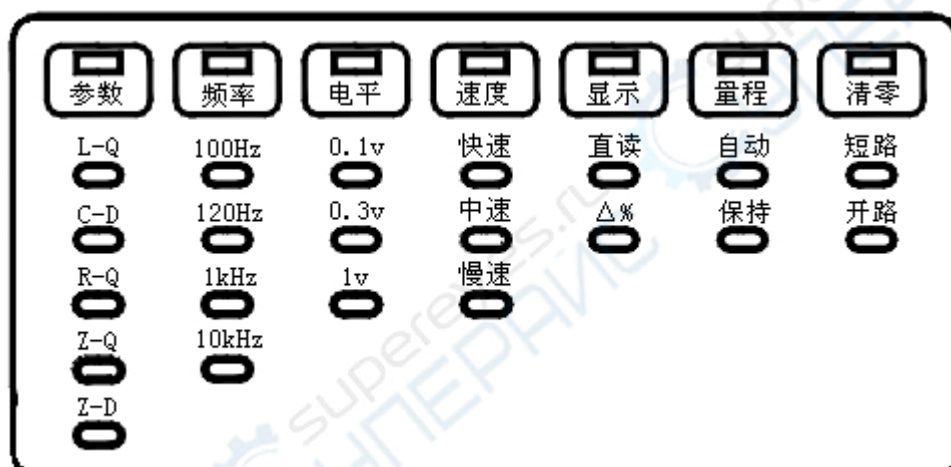

图 4-4 常用状态指示示意图
1、“**测量**”状态：对应七种常用功能的选择，功能直接在面板上指示（见图 4-4），仪器在“**测量**”状态时使用：“∧”，“∇”，“<”，“>”，“**启动**”等按键，即可获得。